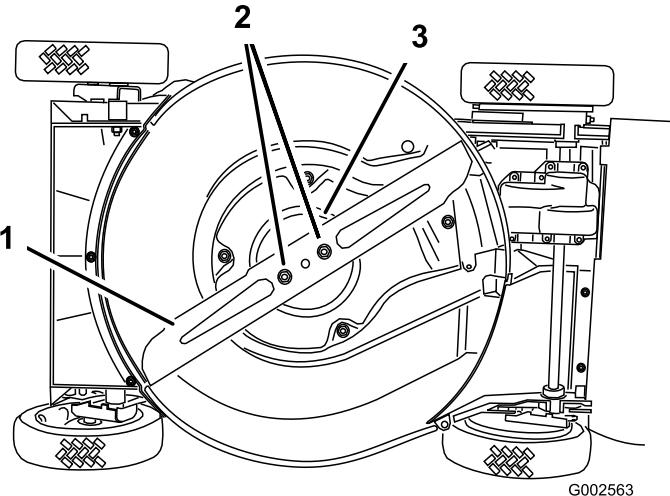

Bild 34
4. Kippen Sie den Rasenmäher auf die **rechte** Seite (Bild 34).
Fassen Sie das Ende des Messers mit einem dicken Handschuh an oder wickeln Sie einen Lappen um das Messer. Entfernen Sie die Messermuttern, die Antiskalpierkuppe und das Messer (Bild 34).
5. Entfernen Sie die zwei Messermuttern, die Antiskalpierkuppe und das Messer (Bild 34).